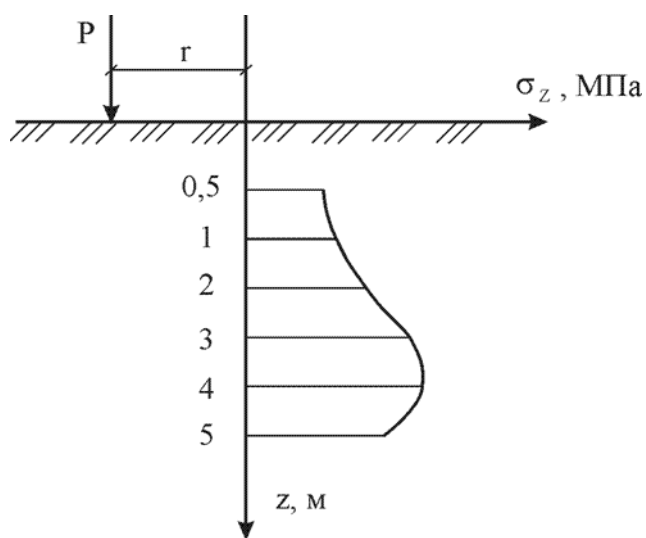

Рис.2
2. На поверхность массива грунта приложена сосредоточенная сила P . Определить значения вертикальных сжимающих напряжений σ_z в точках, расположенных по вертикальной оси на глубине $z=1,2,3,4$ и 5 м от поверхности грунта и удаленных от линии действия силы P на расстояние r . Построить эпюру этих напряжений (рис. 2).